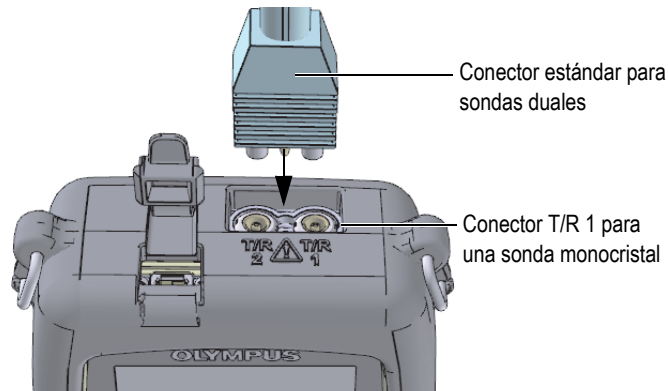

Figura 5-1 Conexión de la sonda
1. Instale la sonda en el(los) conector(es) que se encuentran en la parte superior del 45MG (véase la Figura 5-1 en la página 64). Utilice sólo el conector T/R 1 en el caso de una sonda monocristal.